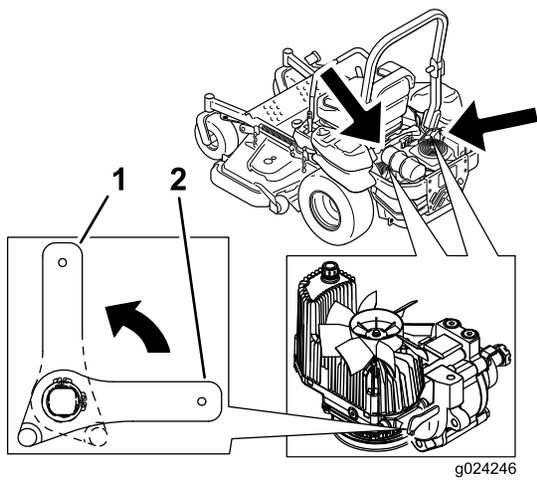

Figure 38
3. Tournez les leviers des vannes de déblocage en position verticale pour pousser la machine (Figure 38).
5. Tournez les leviers des vannes de déblocage en position horizontale pour utiliser la machine (Figure 38).